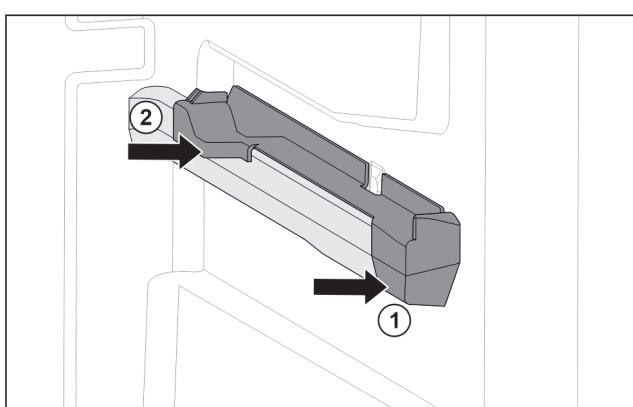

Fig. 148 Наставка върху дясното ребро на съда
- Поставете наставката отпред към реброто на съда. Fig. 148 (1)
- Притиснете наставката отзад. Fig. 148 (2)